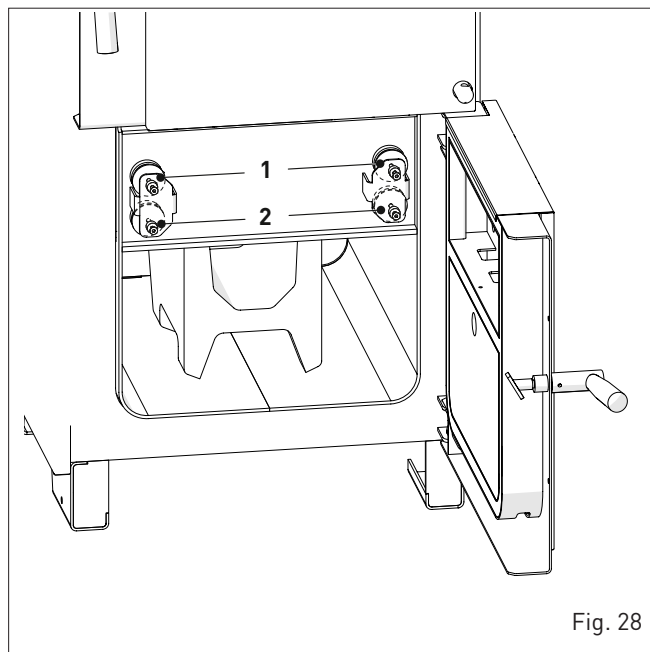

Fig. 28
El aire primario se regula mediante los platillos (1) indicados en la Fig. 28. Influye en la potencia de la caldera; si el tiro de la chimenea resulta insuficiente o si la leña es de mala calidad, es necesario modificarlo con respecto a la regulación de base. Cuando se incrementa la distancia de los platillos (1) se aumenta la potencia, se sube el fuego y se consume más leña. Cuando se reduce la distancia de los platillos (1) se inyecta menos aire, de manera que bajan la potencia y el fuego.